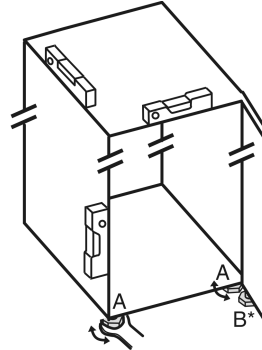

Fig. 45
- Zhvendosni këmbëzat me rregullim Fig. 45 (A) me çelës fiso dhe me ndihmën e një niveli me ujë, derisa pajisja të jetë niveluar mirë.
- Zhvendosni këmbëzat me rregullim Fig. 45 (B) në bazamentin mbështetës me çelësat fiso të përfshirë në paketim, derisa të jetë mbështetur mbi dyshteme.
- Rotullojeni këmbën me rregullim Fig. 45 (B) sërish maksimumi 90°, për të parandaluar dëmtimin e derës.